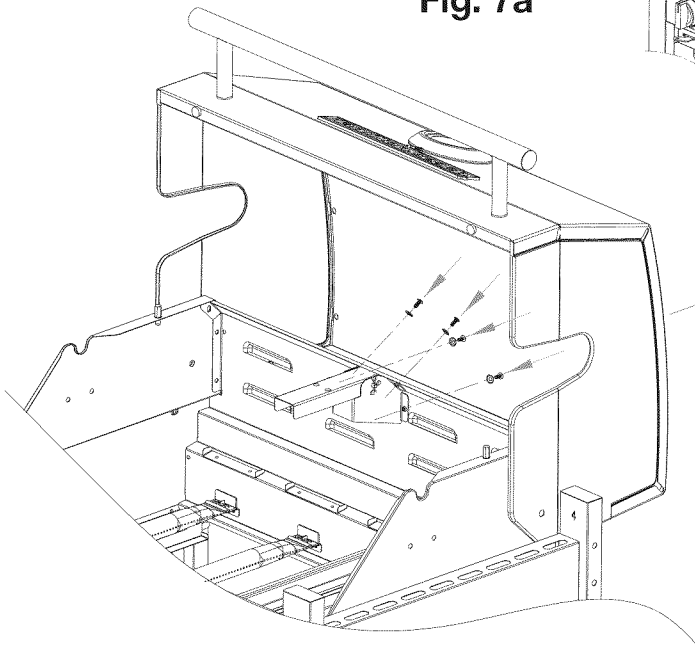

Fig. 7b
2. Con cuidado baje el cabezal de la parrilla sobre el carrito. Abra la tapa y sujete el cabezal al carrito con cuatro (4) tornillos M6 x 13 y arandelas de compresión M6.
3. Sujete el soporte de la canasta de calentamiento a la parte trasera de la cámara de combustión con cuatro (4) tornillos M4 x 10 y cuatro (4) arandelas de compresión M4 como se indica en la **Fig. 7b**.